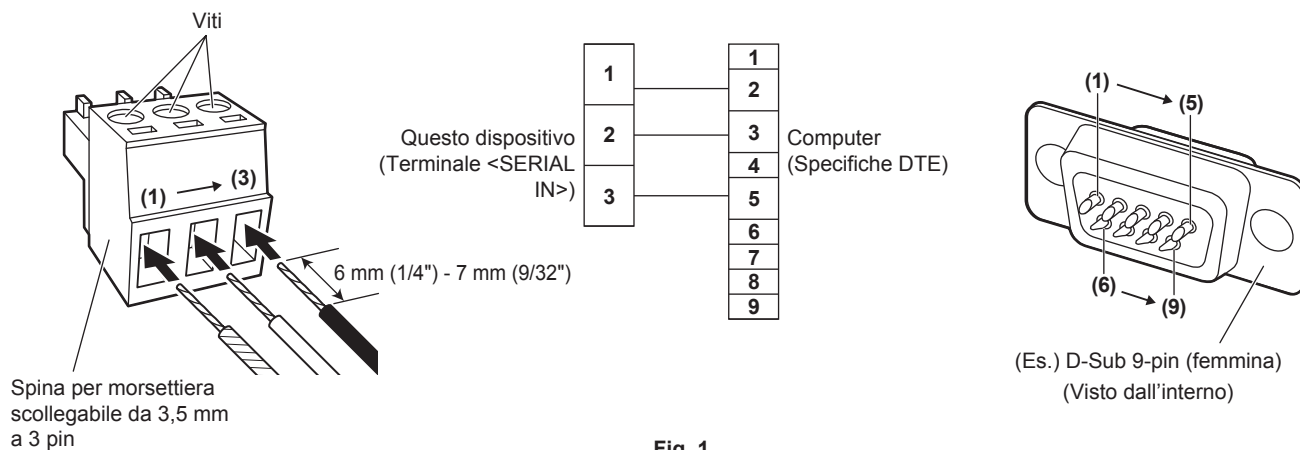

Fig. 1
- 1) Inserire i fili conduttori nella Spina per morsetteria scollegabile da 3,5 mm a 3 pin in dotazione. (Fig. 1)**
- 3) Collegare l'altro lato del filo conduttore al pin corrispondente del connettore D-Sub 9-pin (femmina) (Fig. 1).**